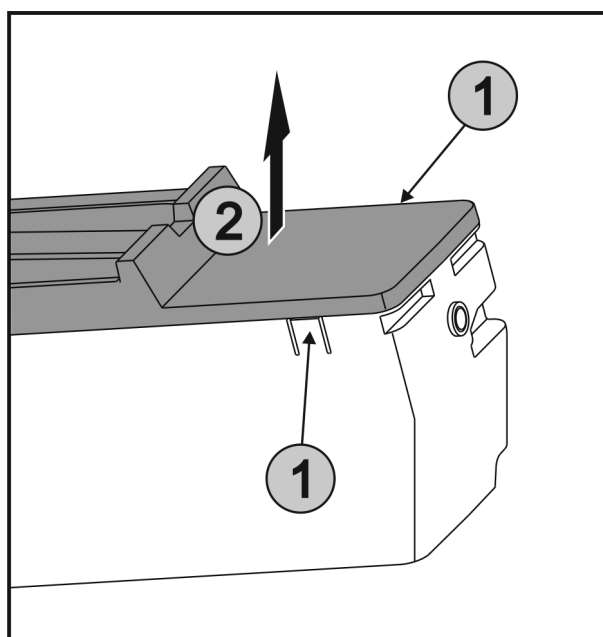

Fig. 60
- ▶ Presionar simultáneamente las lengüetas Fig. 60 (1) a ambos lados del EasyTwist-Ice y extraer la cubierta Fig. 60 (2) hacia arriba.